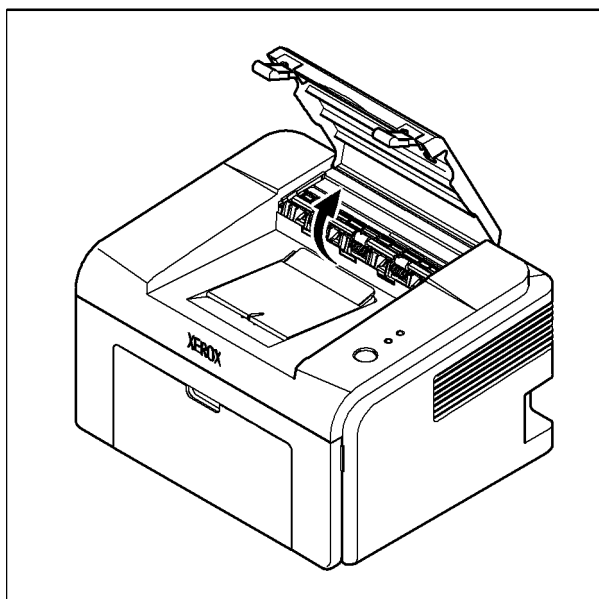

Рисунок 1
1. Откройте выходную крышку, рисунок 1.